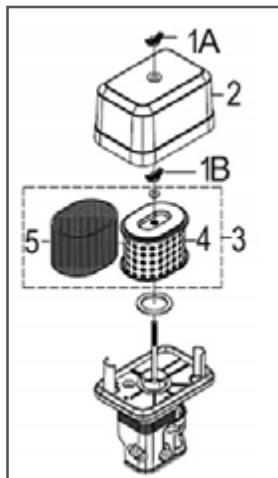

Рис. 16 Обслуживание воздушного фильтра
1. Открутите барашковую гайку 1A и снимите крышку 2 воздушного фильтра (Рис. 16).
2. Открутите барашковую гайку 1B и извлеките из корпуса воздушный фильтр 3 в сборе (Рис. 16).
3. Проверьте целостность и чистоту фильтрующих элементов. Поролоновый (предварительный) фильтрующий элемент 5 установлен на корпусе бумажного фильтрующего элемента 4 (Рис. 16).
4. При незначительном загрязнении промойте поролоновый фильтрующий элемент 5 (Рис. 16) теплым